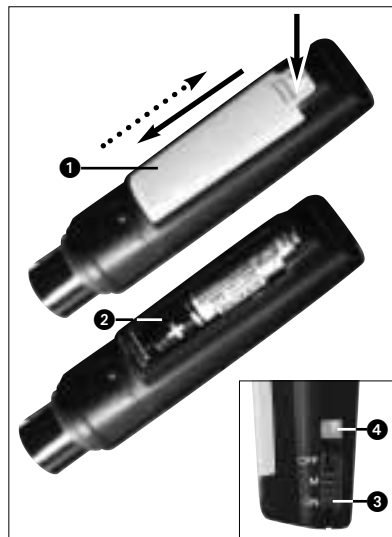

Fig. 2 : Mise en place de la pile
Voir Fig. 2 :
pile (2) dans le compartiment comme indiqué à la Fig. 2.
- Faites occuper au curseur ON/MUTE/OFF (3) la position ON.